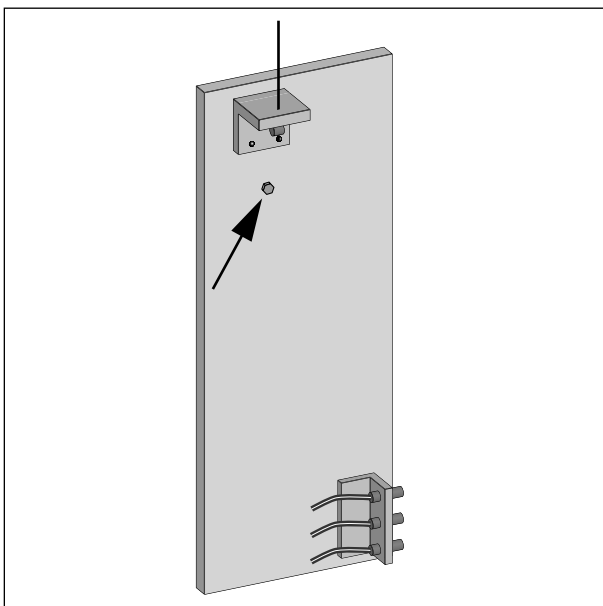

Bild 3-6. Transportsicherungsschraube am Trägerschlitten für Formdistanz-Schalter
- * Entfernen Sie die Transportsicherungsschraube am Trägerschlitten der Formdistanz-Schalter (Bild 3-6). Der Schlitten befindet sich hinter der linken vorderen Säule (Abdeckung des Schlittens abnehmen).